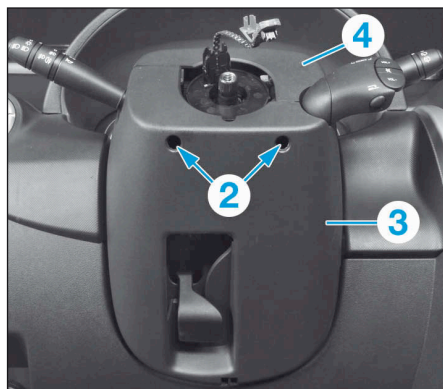

FIG.4
- Déposer les vis (2) (Fig.4).
- Dégrafer la demi-coquille inférieure (3) puis supérieure (4).